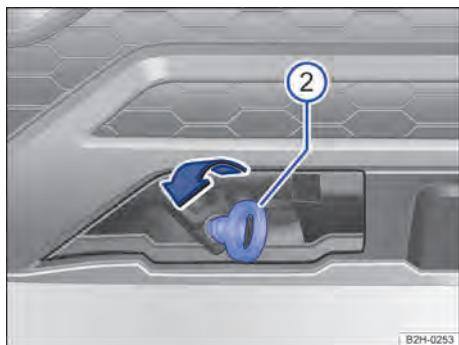

Fig. 164 No para-choque dianteiro à direita: rosquear a argola de reboque.
- Girar a argola de reboque firmemente no **sentido anti-horário** no alojamento → Fig. 164 ②.
- Utilizar um objeto apropriado com o qual a argola de reboque possa ser rosqueada com firmeza no alojamento → ①.